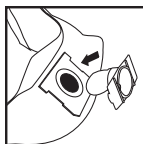

FIGURE 28
51. Placez le déflecteur d'admission avec l'ouverture faisant face à la gauche ou à la droite du sac avec filtre. Faites glisser le collier du sac filtre sur les encoches du déflecteur d'admission, en faisant correspondre les encoches du collier du sac avec le déflecteur d'admission. Le sac ne s'adaptera correctement que dans un sens. FIGURE 28.